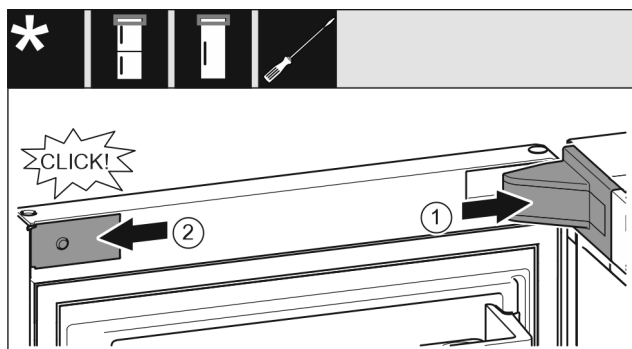

Fig. 23
- Mettre en place le cache du support de palier Fig. 23 (1) et l'enclencher. Au besoin, l'écarter avec précaution.
- Placer le cache Fig. 23 (2) sur le côté et l'enclencher.